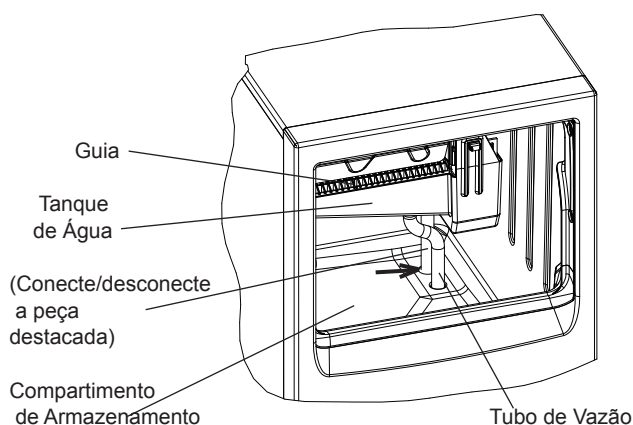

Fig. 5
- 5) Desconecte a mangueira de silicone para drenar a água do tanque de água. Reconecte a mangueira de silicone de volta na sua posição correta depois de toda a água ter drenado. Consulte Fig. 5.